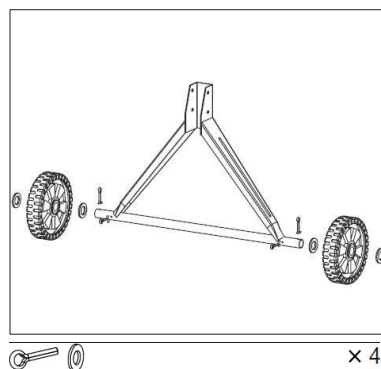

Abb.5
2. Montieren Sie anschließend die Radeinheit an die Achse. Montieren Sie links und rechts von jedem Rad jeweils eine Unterlegscheibe. Die Räder werden anschließend mit einem Sicherheitsstift gesichert (Abb. 5).